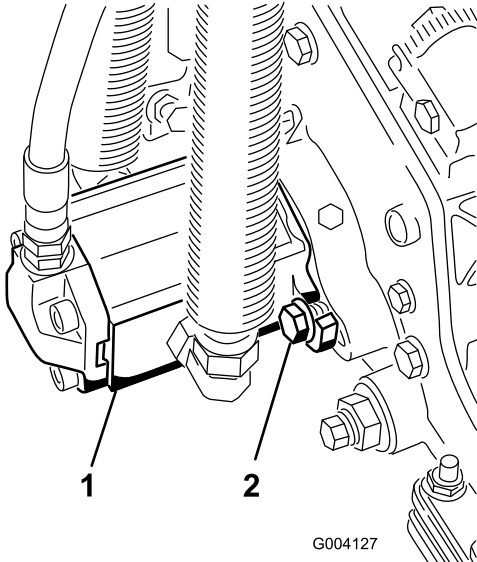

Figure 14
- Montez le moteur en le tournant dans le sens horaire jusqu'à ce que les brides passent les boulons (Figure 14). Tournez le moteur dans le sens antihoraire jusqu'à ce que les brides encerclent les boulons, puis serrez les boulons.